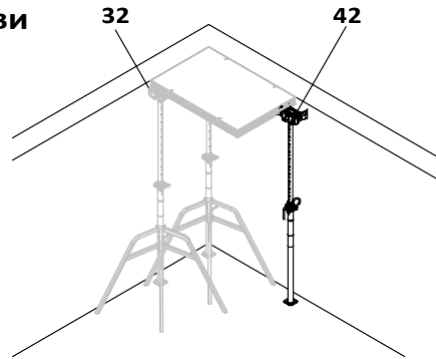

Fig. D2.14
1. Издигнете 2 подпори с глави DFH (32).
2. Закачете ел-та DP (10) с главата DFH.
3. Натиснете нагоре с кофражната вилица DUO (37) и поставете елемента на нея.
4. Поставете третата подпора с глава DBH (42) на края на елемента наклонена навътре и я изпрвете навън. Разстояние 1.275 m. Махнете вилицата. (Fig. D2.14)
5. Осигурете елемента на двете стени с държача DUO 82 (26).